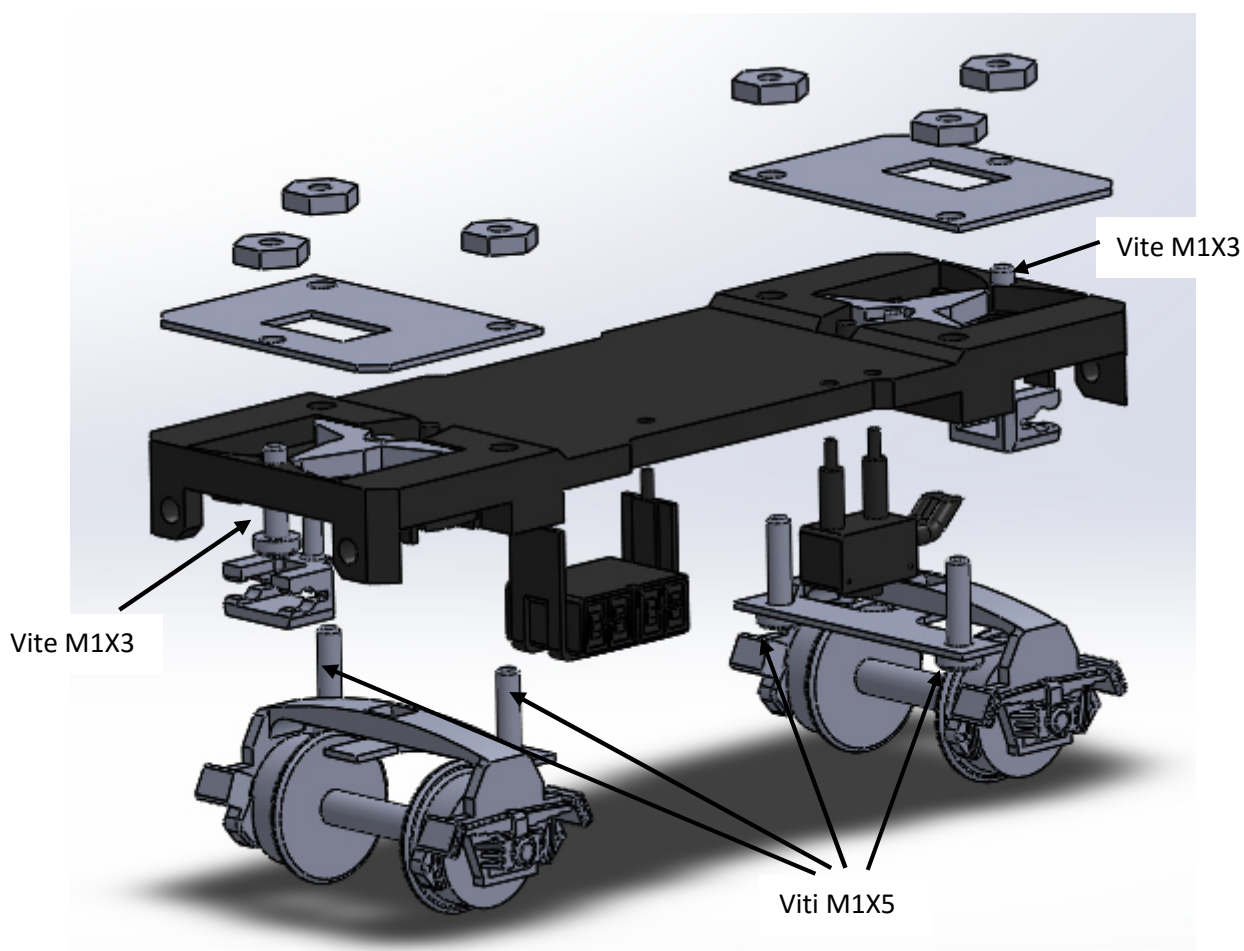

Figura 1: assemblaggio del carro
5. Inserire uno alla volta i timoni all'interno delle sedi nel telaio. Inserire quindi gli assi precedentemente preparati e posizionare le piastre fotoincise come indicato in Figura 1. Bloccare il tutto con le viti e le rondelle fornite nel kit.